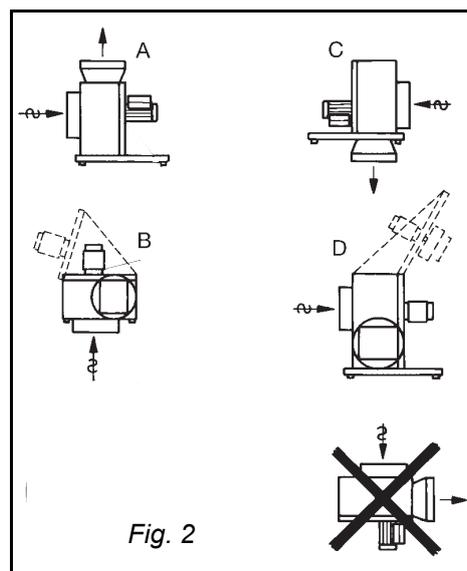

Fig. 2
Der Ventilator lässt sich auf verschiedene Weise in Innenräumen aufstellen (Abb. 2). Bei den Montageverfahren B und D muss sich die Wartungstür während Wartungsarbeiten in offener position arretieren lassen. Zu diesem Zweck ist ein Sicherheitsbeschlag einschl. Montagesatz als Zubehör lieferbar.
- **BESB/FSB 400 und 500:** Wenn das Montageverfahren B (Abb. 2/4) für BESB/FSB 400 und 500 gewählt wird, müssen Löcher (Ø16 - Ø20) für die Muttern an den Tragschienen im Gehäuse gebohrt werden.